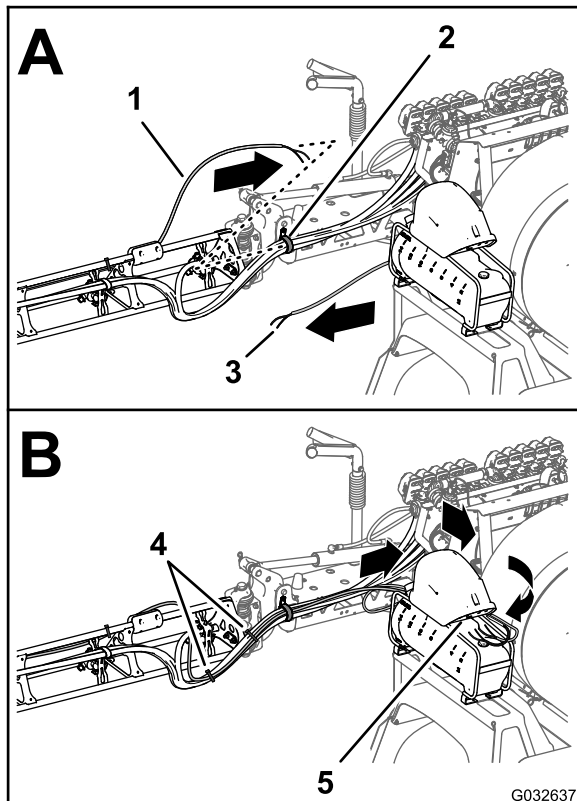

Figura 173
hacia dentro, a través de la abrazadera en R situada cerca del punto de giro de cada sección de brazo exterior (Figura 173).
- Enrute los tubos hacia adelante por el lado interior del compresor del depósito (Figura 173).
11. Sujete los tubos del marcador de espuma a las mangueras de las boquillas de fumigación con 2 bridas (Figura 173).